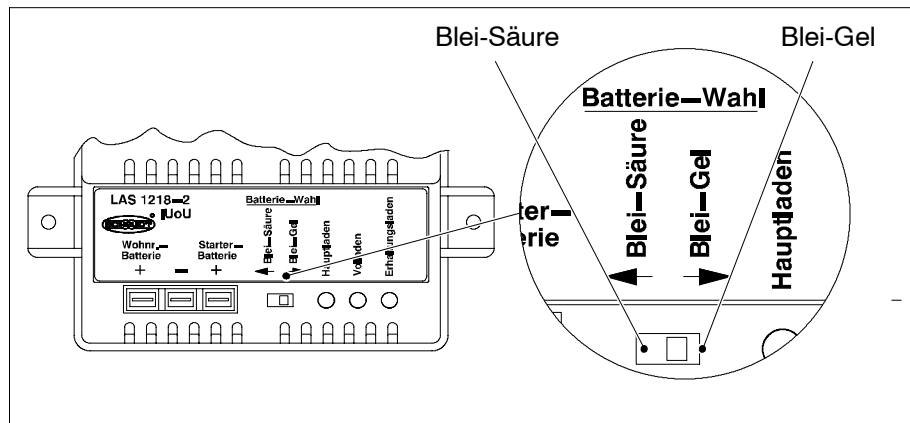

Bild 8 Batteriewahlschalter Blei-Gel-/Blei-Säure-Batterie
- Denn Batterie-Wahlschalter (s. Abb. 8) mit einem dünnen Gegenstand (z. B. Kugelschreiber) in die entsprechende Position bringen: